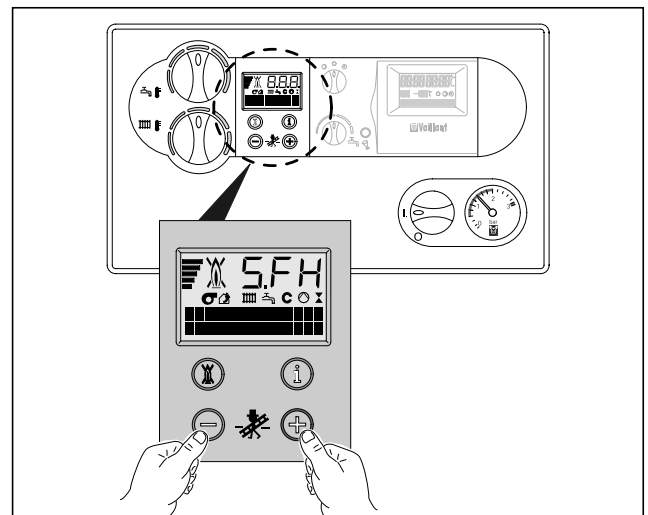

Fig. 3.11 Skorsteins målinger (på DIA-systemet)
- Aktiver skorsteinsfeiedriften, samtidig som du trykker på tastene «+» og «-» til DIA-systemet (fig. 3.11)
- Utfør målinger i avgassveien på teststussen (1) (fig. 3.11). Målinger i luftveien kan du utføre på teststuss (2).